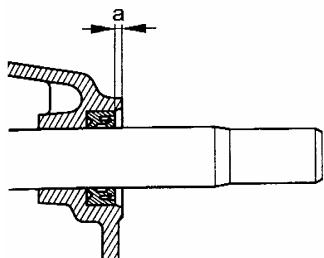

图 12-60 密封垫圈安装位置
(5) 密封垫圈的安装位置应满足图 12-60 中所示  $a=1\text{mm}$ 。